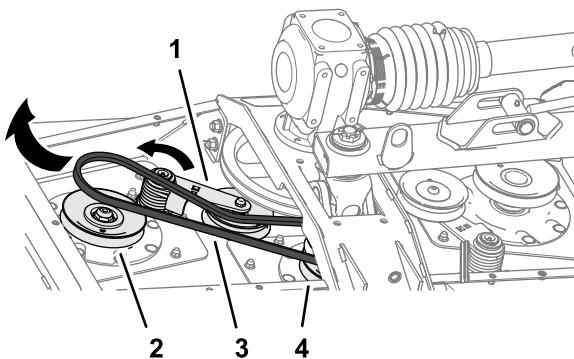

Bild 66
3. Drehen Sie den Riemenspanner für den kurzen Riemens mit einer Brechstange oder ähnlichem Werkzeug gegen den Uhrzeigersinn und ziehen Sie den Riemen von der Spannscheibe ab (Bild 66).